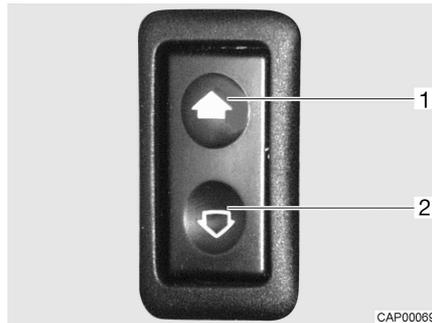

Bild 12 Schalter (elektrischer Fensterheber)
- Öffnen:* ■ Schalter (Bild 12,2) unten drücken.
- Schließen:* ■ Schalter (Bild 12,2) oben drücken.